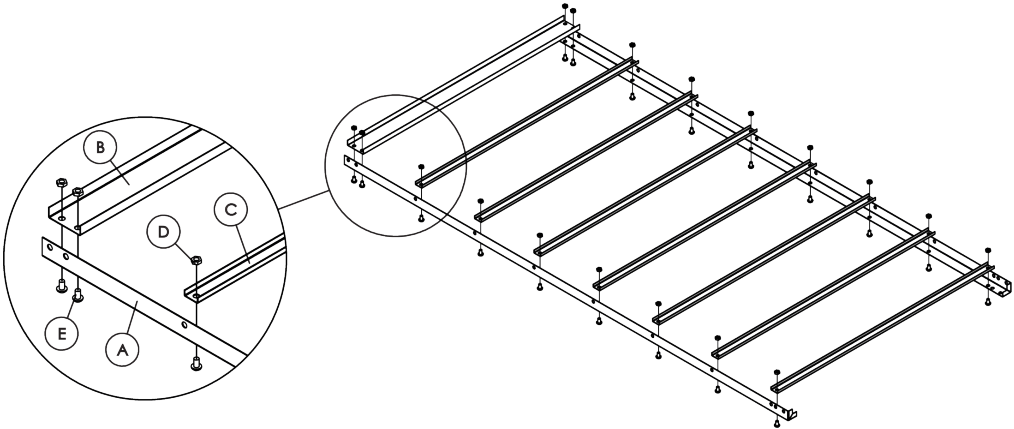

Figura 2 – Parte dianteira
- b) Fixe o Display “B” nos primeiros dois furos das 02 (duas) Colunas “A” conforme a figura 2, não aperte totalmente os parafusos;
- c) Fixe os Perfis “C” nas Colunas “A” conforme a figura 2, não aperte totalmente os parafusos;